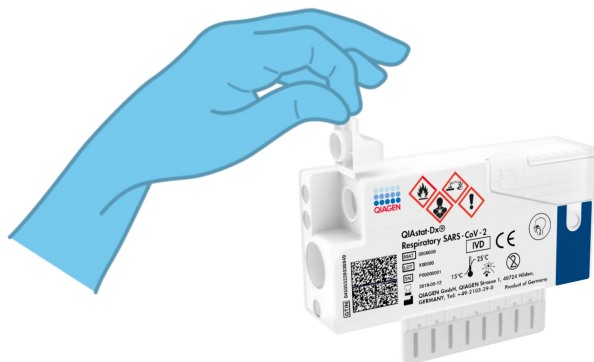

Рис. 7. Открывание крышки отсека для проб порта для мазков.
- Откройте крышку отсека для проб порта для мазков на левой стороне QIAstat-Dx Respiratory SARS-CoV-2 Panel Cartridge (рис. 7).